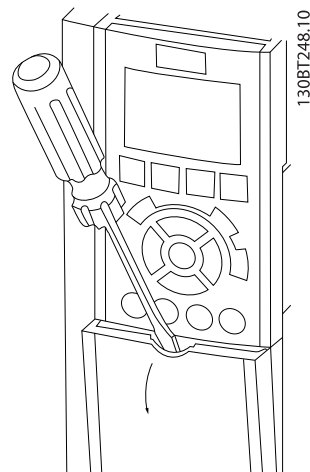

図 2.14 A2、A3、B3、B4、C3、C4 エンクロージャーのコントロール配線にアクセス
- ドライバーでアクセス・カバー・プレートを取り外します。図 2.14 を参照